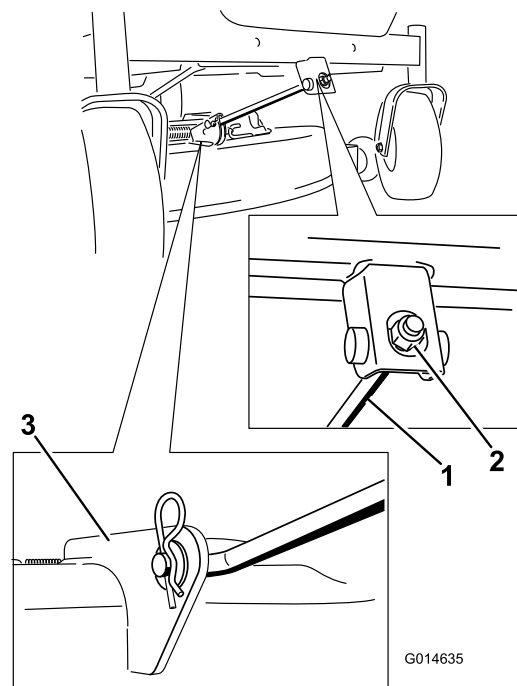

Figura 67
4. Retire el pasador de horquilla de la varilla de soporte delantera y retire la varilla del soporte de la carcasa (Figura 67). Baje cuidadosamente la parte delantera de la carcasa del cortacésped al suelo.
6. Conecte la varilla de soporte delantera a la carcasa del cortacésped con el pasador y la chaveta (Figura 67).